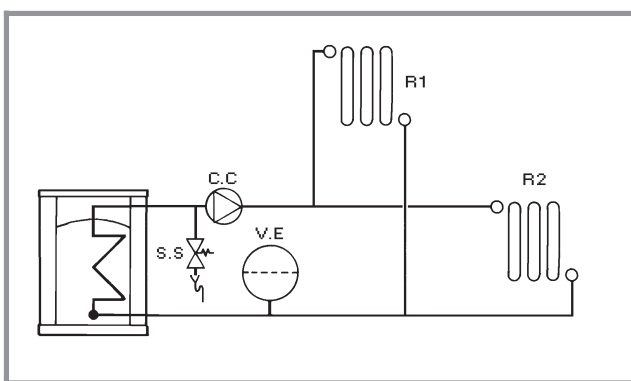

Fig. 9 - Installation hydraulique de principe
- Placer le circulateur chauffage sur le départ ou le retour de la chaudière (fig. 9).